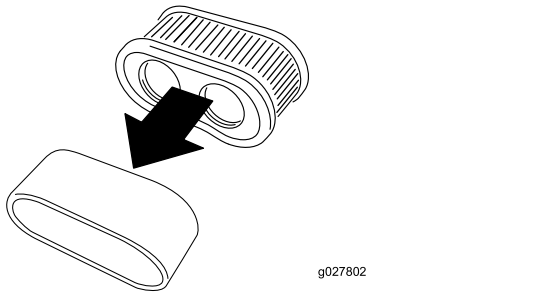

Figura 70
5. Separe los elementos de gomaespuma y papel (Figura 70).